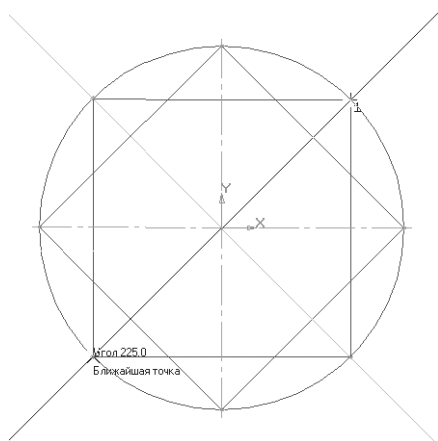

Рис. 74
-  – **Вспомогательная прямая**. Укажите первую точку и вторую, проводя диагональ квадрата. Сработает глобальная привязка **Ближайшая точка** (рис. 74).